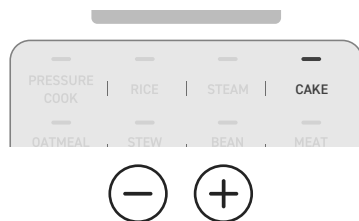

Figure 9.5
- Sélectionnez **GÂTEAU** et appuyez sur les boutons **-** ou **+** pour régler la durée du temps de cuisson nécessaire à votre recette. **[Figure 9.5]**